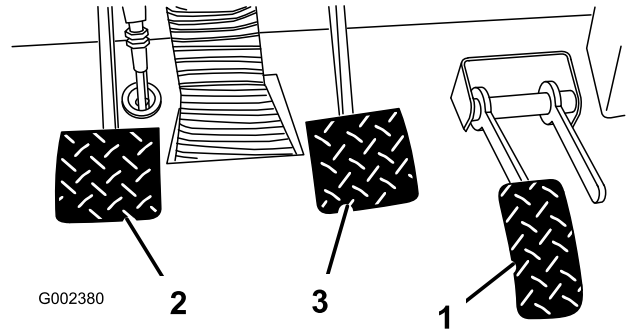

Bild 68
2. Heben Sie das Bremspedal an (Bild 68), bis es den Rahmen berührt.